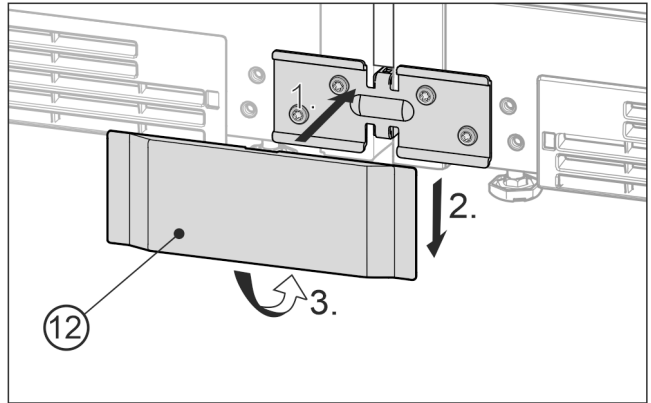

Fig. 25 Príklad zobrazenia
- ▶ Spodný kryt Fig. 25 (12) nasadíte spredu na uholník Fig. 25 (1), posuňte nadol Fig. 25 (2) a dole zaklapnite Fig. 25 (3).